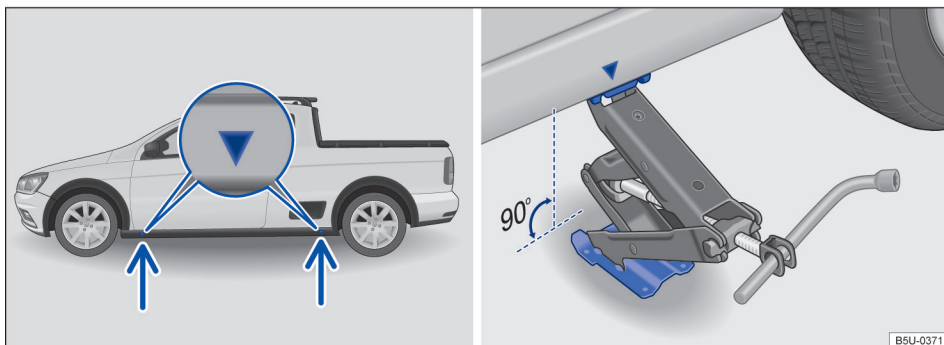

Fig. 171 Puntos de apoyo del gato y gato posicionado atrás en el lado izquierdo trasero del vehículo.
El gato únicamente puede ser posicionado en los puntos de apoyo indicados (marca en la carrocería) → fig. 171. Es válido el punto de apoyo ubicado próximo a la rueda correspondiente → ⚠.
7. Buscar debajo del vehículo el punto de apoyo del gato → fig. 171 más próximo a la rueda que se debe cambiar.
9. Garantizar que la base del gato, con toda su superficie, esté sobre el piso y que la base se encuentre perpendicularmente por debajo del punto de colocación → fig. 171.
10. Alinear el gato y, simultáneamente, levantar la palanca del gato hasta que se encaje en el travesaño debajo del vehículo → fig. 171.
- Posicionar el gato únicamente en los puntos indicados. La palanca del gato debe encajarse en el perfil del larguero de forma segura → fig. 171.